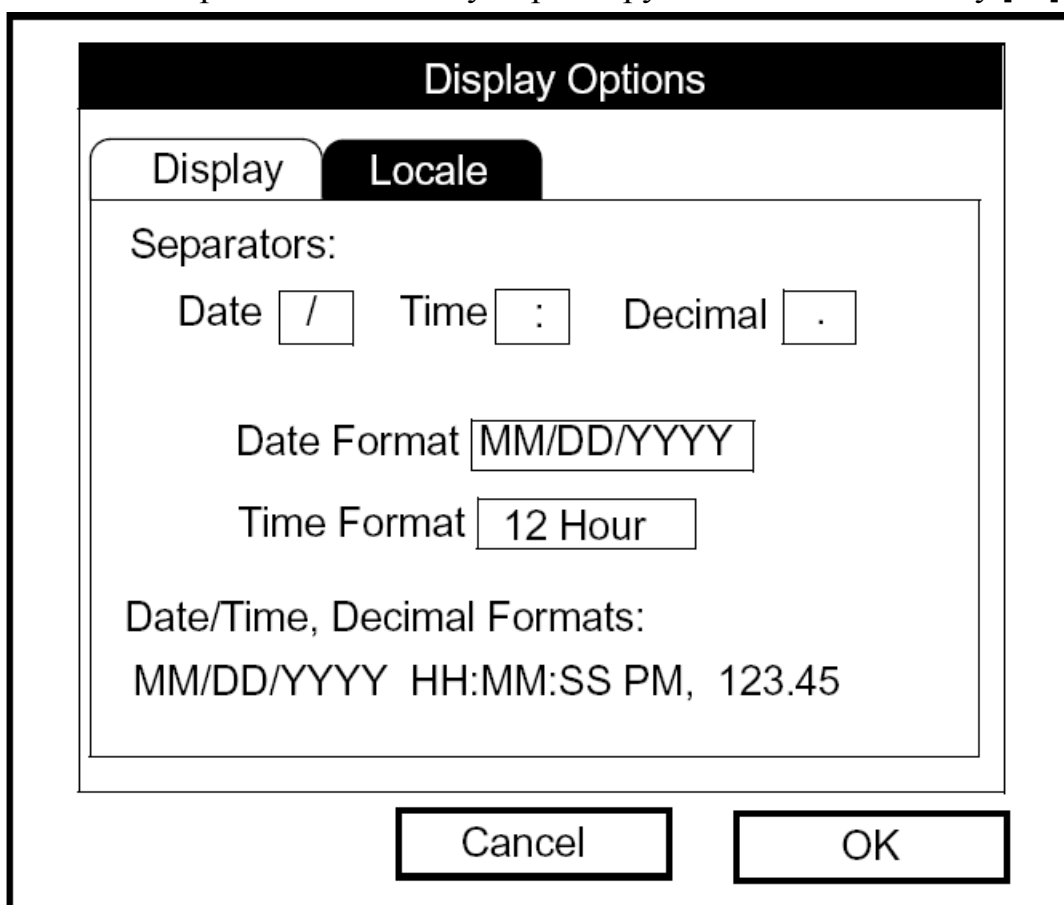

Рис. 7-4: Закладка Format в окне Display Options
1. В меню Meter перейдите к пункту Locale (место действия) и нажмите клавишу [ENTER]. При этом откроется окно Display Options (опции отображения) на закладке Format, как показано ниже на рис. 7-4. Для пошагового перехода к каждому параметру нажимайте клавишу [▼].